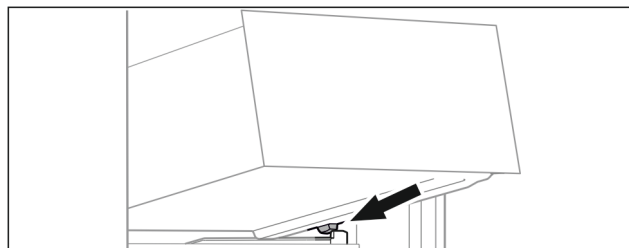

Fig. 55
- ▶ Nasadte zásuvku šikmo za zarážky na žebrování na nádoby. (viz Fig. 55)